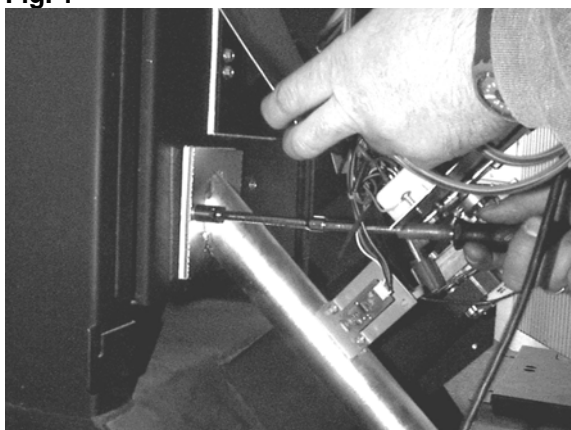

Fig. 2
2. Desserrer les deux vis au niveau de la bride du tuyau d'aspiration d'air (Fig. 2). Veillez à ce que les vis soient uniquement desserrées et qu'elles ne soient pas retirées.